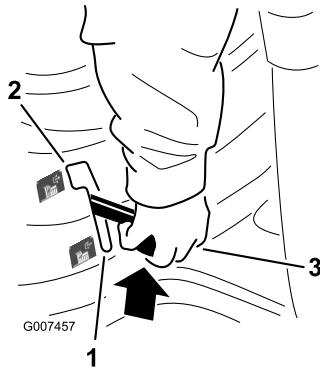

Figura 6
2. Spostare lentamente il comando delle lame (PDF) nella posizione di innesto (Figura 6).
2. Spostate il comando della lama (PDF) nella posizione di disinserimento (Figura 6).